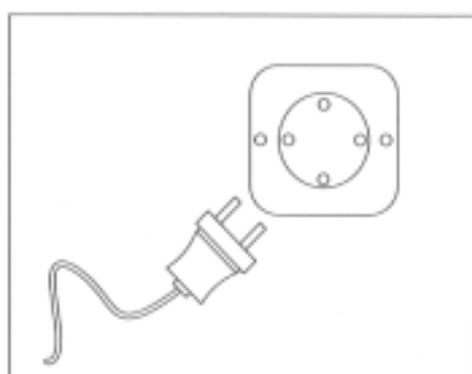
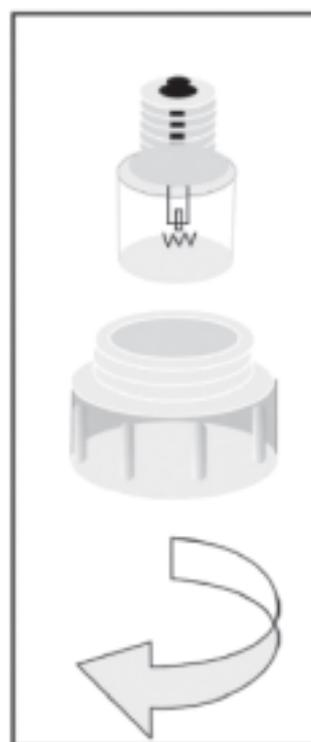

Figure 14
Figure 15
**Attention :** Pour changer cette lampe le courant d'alimentation électrique doit être impérativement coupé avant toute intervention. Débranchez le câble électrique (Figure 14), démontez ensuite le verre de protection de la lampe (Figure 15 ), dévissez la lampe, changez-la et remontez l'ensemble. Testez ensuite en rebranchant le câble électrique. Si la panne est toujours existante, adressez-vous au service après-vente de votre revendeur.